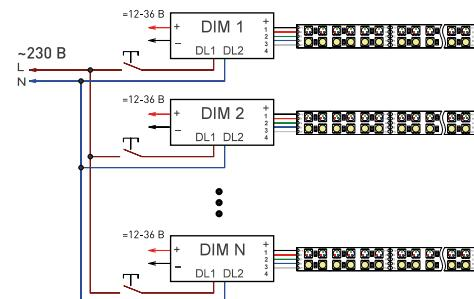

Рисунок 3. Использование управления PUSH DIM.
3.14. При необходимости можно использовать режим управления PUSH DIM [Рис. 3].